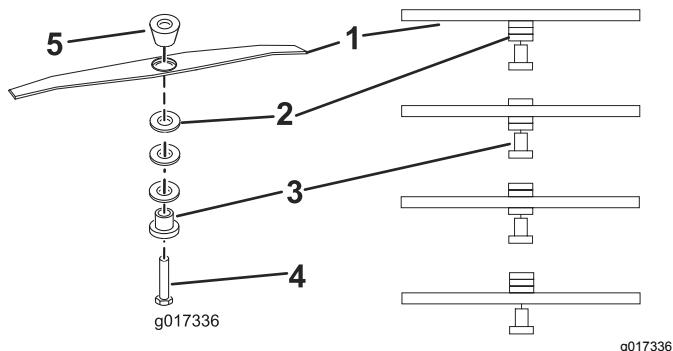

图13
- 将垫片重新调整至所需的高度、重新安装刀片卡环和垫片 (图13)、并将螺栓扭紧至  $25\text{N}\cdot\text{m}$ 。